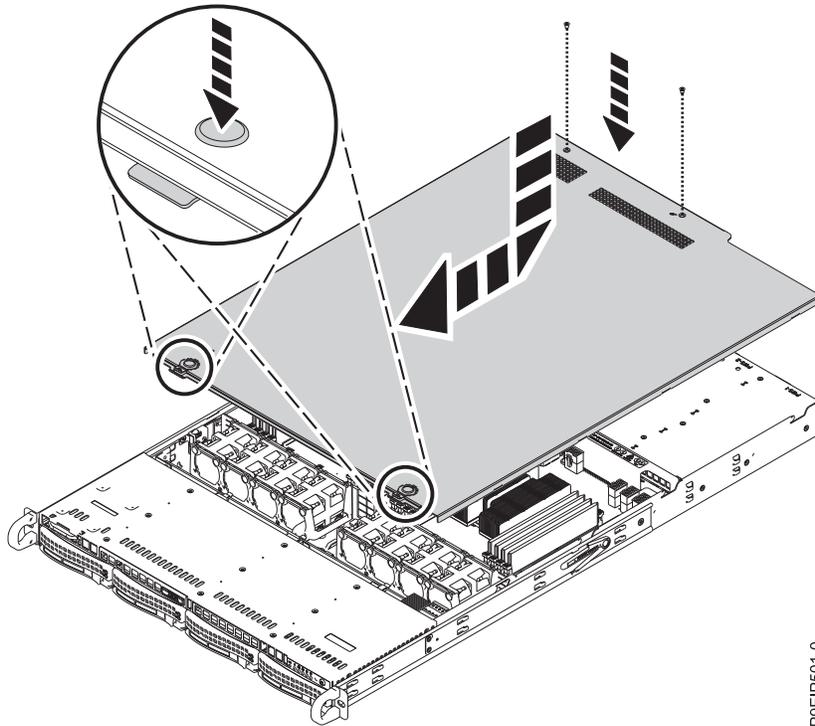

Figura 78. Sustitución y fijación la cubierta
2. Deslice la cubierta hacia adelante hasta que encaje en su sitio, como se muestra en la Figura 78 en la página 91.